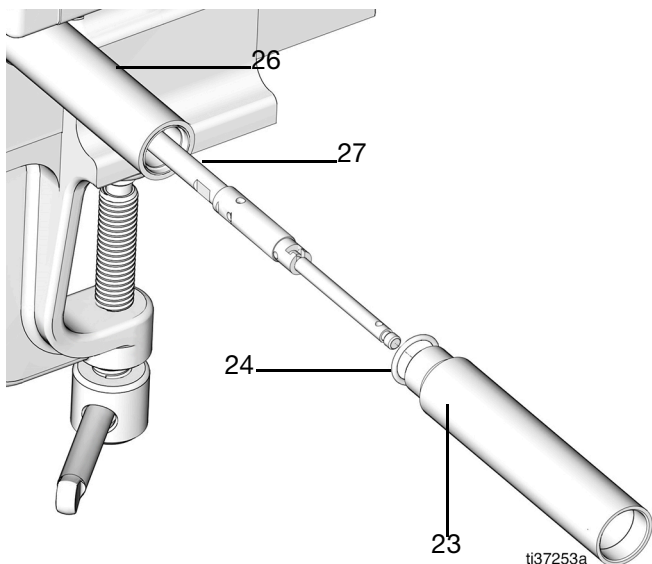

Рис. 61
16. Замените и смажьте небольшим количеством консистентной смазки уплотнительное кольцо (24) на трубе нижнего блока насоса (23) (Рис. 61).
17. Надвиньте трубу нижнего блока насоса (23) на шток насоса (27) и подсоедините расширительную трубу (26) (момент затяжки: 43,4 Н•м, 32 фунт-фута) (Рис. 61).